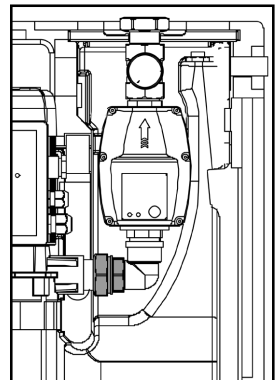

Bild 5
- 3-teilige Verschraubung zwischen Pumpe und Durchfluswächter leicht lösen, siehe Bild 5 (grau eingefärbt).